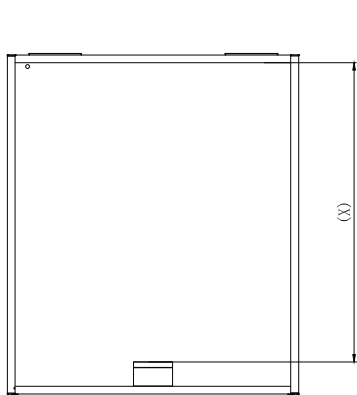
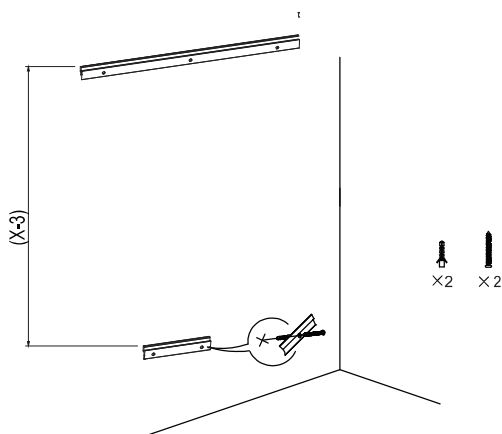

Fig. 3
Fig. 4
2.1 Meet met het meetlint de afstand tussen de twee staven van aluminiumlegering (x-3)MM(Afb.3.) Herhaal de procedure zoals getoond in 1.2-1.4(Afb.4).